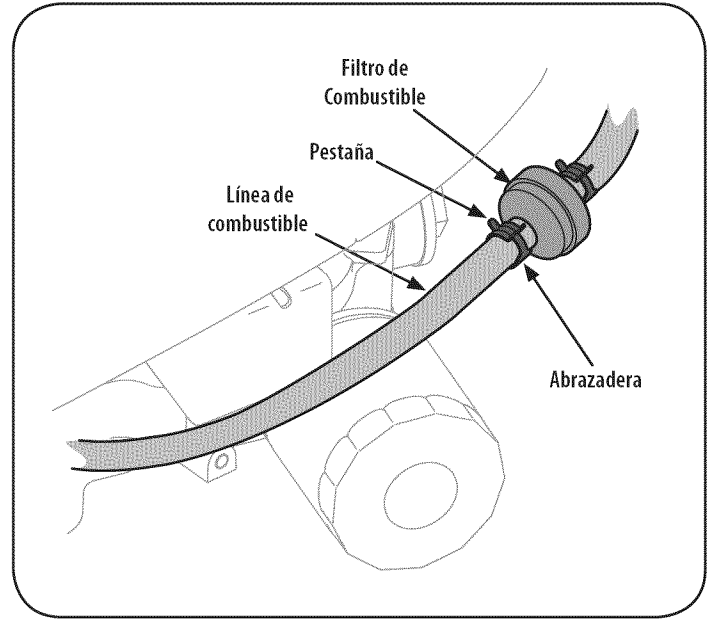

Figura 21
2. Use pinzas para agarrar las pestañas de las abrazaderas, a continuación, aleje las abrazaderas del filtro de combustible. Ver la Figura 21.